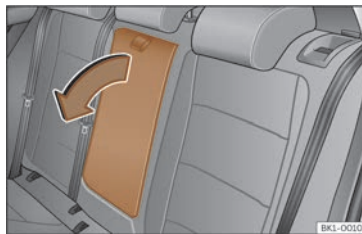

Fig. 76 Reposabraços central del darrere abatible (representació esquemàtica).
- Per abaixar el reposabraços, estireu el llac en el sentit de la fletxa >>> **fig. 76**.